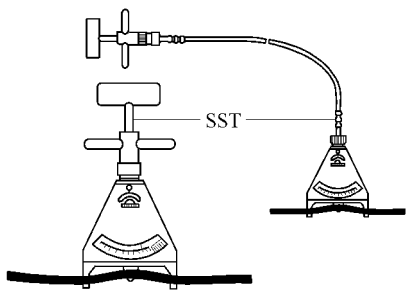

图 16-38 用传动带张力计检查传动带的张紧度
2) 使用传动带张力计检查传动带的张紧度，如图 16-38 所示。